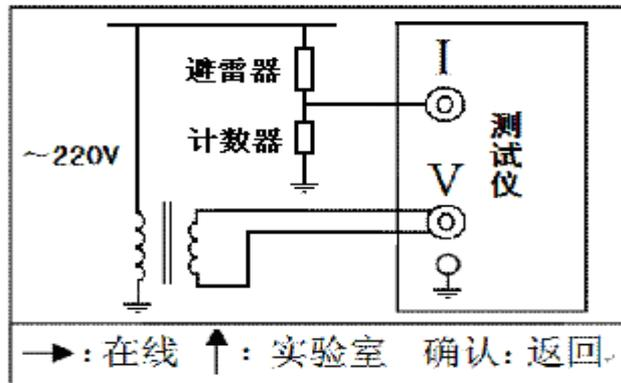

图 4 在线接线图（带电测试）
3. 点击“→”屏幕显示如图 4 所示：在线接线图（带电测试）。